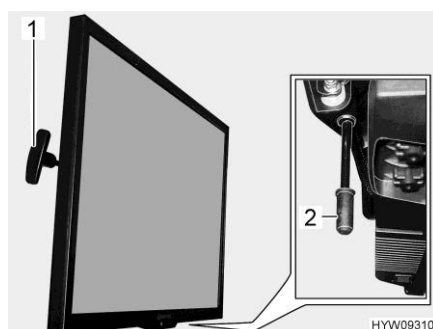

Fig. 88 Schermo piatto
- Tirare la maniglia (Fig. 88,1) e tenerla in posizione. Lo schermo piatto è sbloccato.
- Tirare la maniglia (Fig. 88,2) verso il basso e tenerla in posizione. Lo schermo piatto è sbloccato.